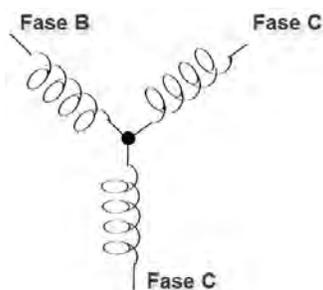

Figura 1.1 Devanado Trifásico en Estrella
La conexión de la Estrella es llamada así, porque cuando usted mira las relaciones de la fase y las relaciones de la bobina entre las fases que parece una Estrella (Y). La figura 1.1 representa las relaciones de la bobina para un servicio en conexión-Estrella. En un servicio en Estrella el hilo neutro (o el punto de centro de la Estrella) se pone a tierra típicamente. Esto conduce a los voltajes comunes de 208/120 y 480/277 (donde el primer número representa el voltaje fase-fase y el segundo número representa el voltaje de fase a tierra).
- Un servicio conectado en Estrella tendrá generalmente cuatro hilos; tres hilos para las fases y uno para el hilo neutro. Los hilos trifásicos se conectan con las tres fases (según lo mostrado en figura 1.1). El cable de neutro se conecta típicamente al punto de tierra o el punto central de la Estrella (ver la figura 1,1).